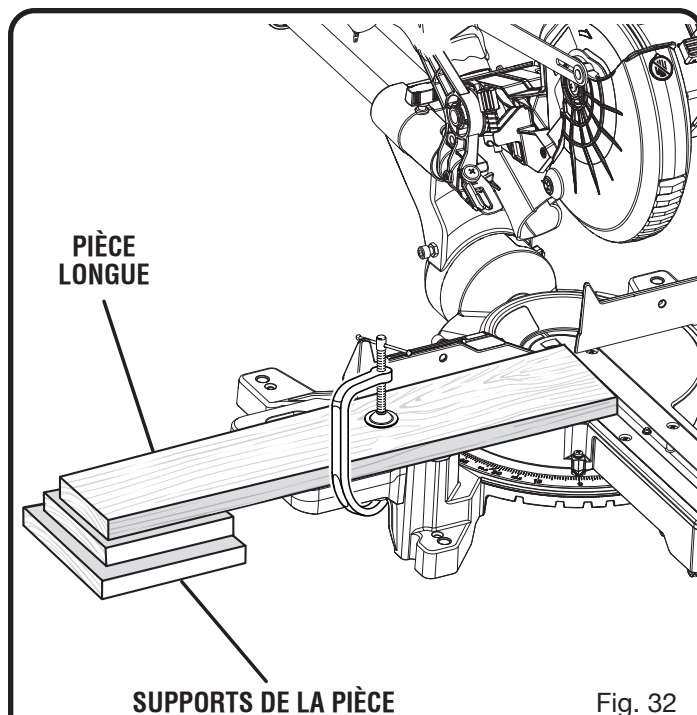

Fig. 32
- Lors de la coupe de planches ou de moulures longues, soutenir l'extrémité libre de la pièce avec un chevalet à rouleau ou un plan de travail se trouvant au même niveau que la scie. *Voir la figure 32.*
- Lors de la coupe de longues pièces ou moulures, retenez l'extrémité opposée de la pièce avec un support à rouleau ou une surface de travail de niveau avec la table de la scie. Voir la figure 32.
Voir la figure 32.
- Lors de la coupe de planches ou de moulures longues, soutenir l'extrémité libre de la pièce avec un chevalet à rouleau ou un plan de travail se trouvant au même niveau que la scie. Voir la figure 32.